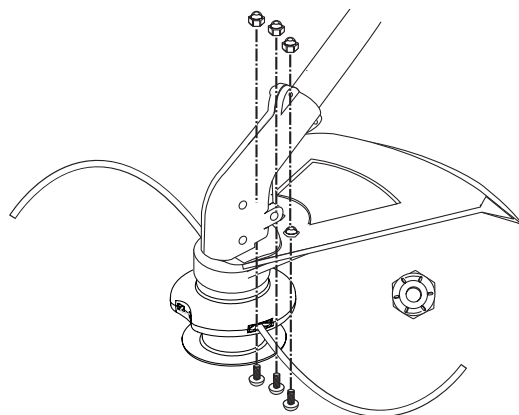

Fig. 5
2. Placez un de trois fournis écrous de blocage hex dans l'un des trois trous encastré, sur le dessus du protecteur d'accessoire de coupe (Fig. 5).
3. Introduisez une vis dans le trou du bas du protecteur d'accessoire de coupe. Vissez-la dans l'écrou posé à l'étape 2 (Fig. 5). Évitez de serrer.